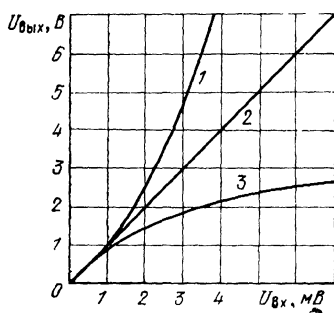

Рис. 46
Как компрессор, так и экспандер, включают обычно между выходом предварительного и входом оконечного усилителя НЧ, т. е. там, где напряжение сигнала достигает десятков милливольт. Ниже описаны два варианта компрессора и один экспандер. Различия в характеристиках этих двух видов приставки иллюстрирует рис. 46, где показаны амплитудные характеристики обычного линейного усилителя (2), компрессора (3) и экспандера (1). Если у линейного усилителя выходное напряжение прямо пропорционально входному, то у компрессора оно уменьшается медленнее, а у экспандера быстрее входного по сравнению с линейным усилителем.